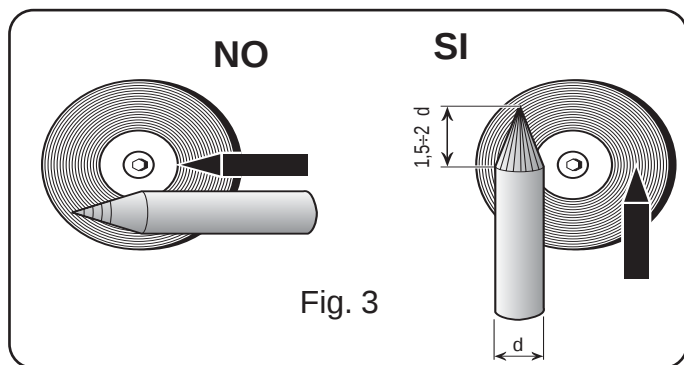

Fig. 3
- Esmerilar a extremidade do eléctrodo de tungsténio de forma cónica por uma extensão de 1,5 - 2 vezes o diâmetro do eléctrodo (fig. 3).